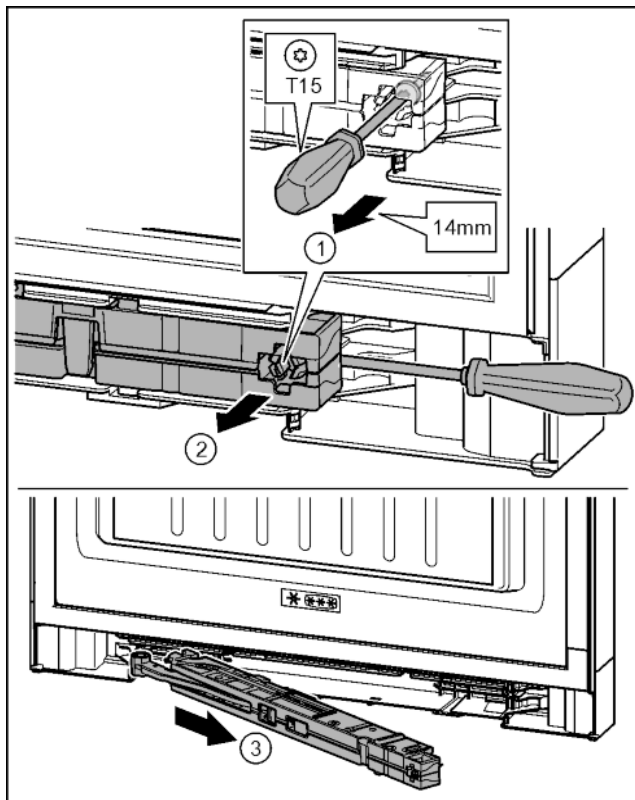

Fig. 21
- ▶ Desfaceți aprox. 14 mm șurubul de la unitatea amortizorului de închidere cu șurubelnița T15. Fig. 21 (1)
- ▶ Aplicați șurubelnița pe partea mânerului în spatele unității amortizorului de închidere. Rotiți unitatea spre înainte. Fig. 21 (2)
- ▶ Scoateți unitatea. Fig. 21 (3)